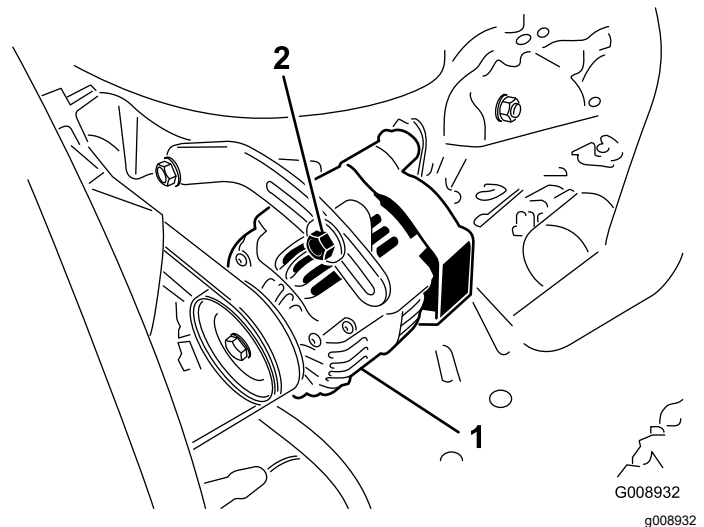

Figura 61
2. Si la desviación no es de 10 mm ( $\frac{3}{8}$ "), afloje los pernos de montaje del alternador (Figura 61).